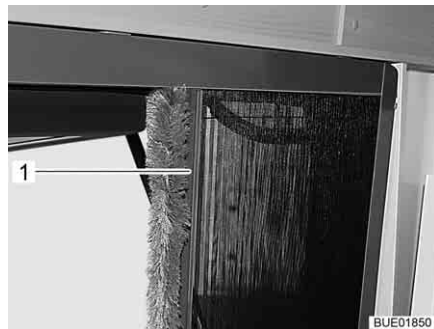

Bild 34 Insektenschutz
- Insektenschutz an der Leiste (Bild 34, 1) ganz herausziehen.
- Insektenschutz an der Leiste (Bild 34, 1) in Ausgangsstellung zurück-schieben.